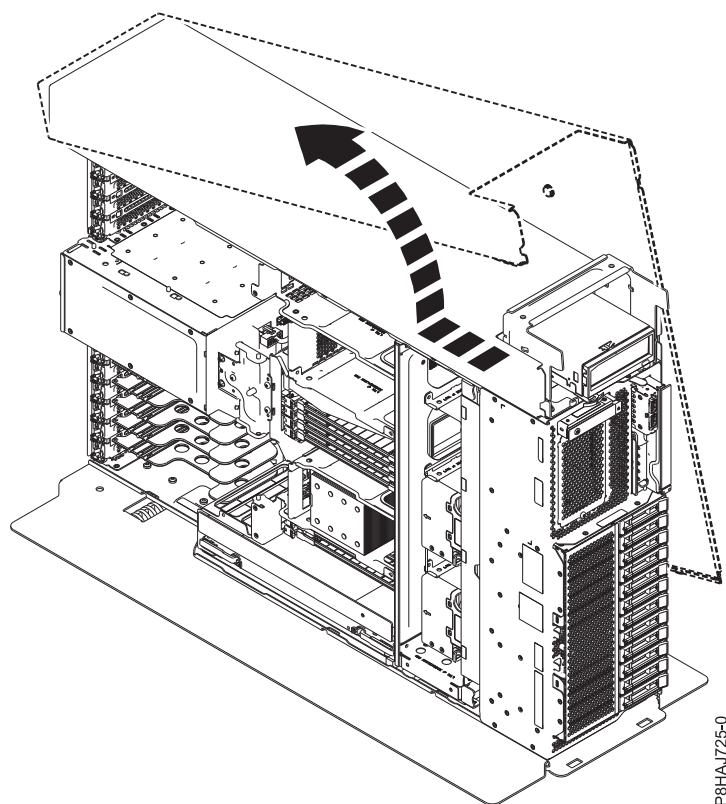

Figura 45. Extracció de la coberta lateral model 8286-41A
5. Feu lliscar la coberta lateral fins que surti del sistema en la direcció que es mostra a la Figura 45.